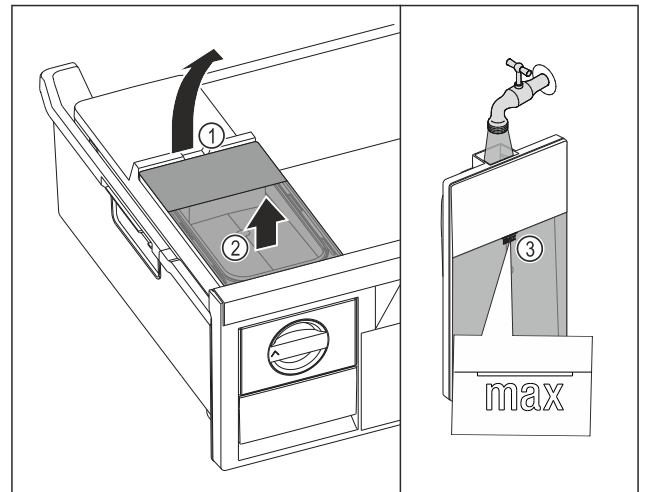

Fig. 103
- Wassertank an der Aussparung Fig. 103 (1) anheben.
- Wassertank nach oben entnehmen. Fig. 103 (2)
- Wassertank bis zur Markierung Fig. 103 (3) mit Trinkwasser befüllen.